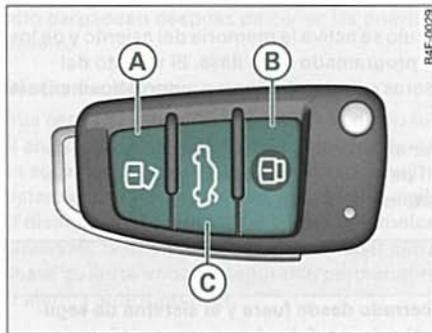

Fig. 55 Llave de control remoto: Teclas
- Pulse la tecla **A** ⇒ fig. 55 durante aproximadamente 1 segundo.